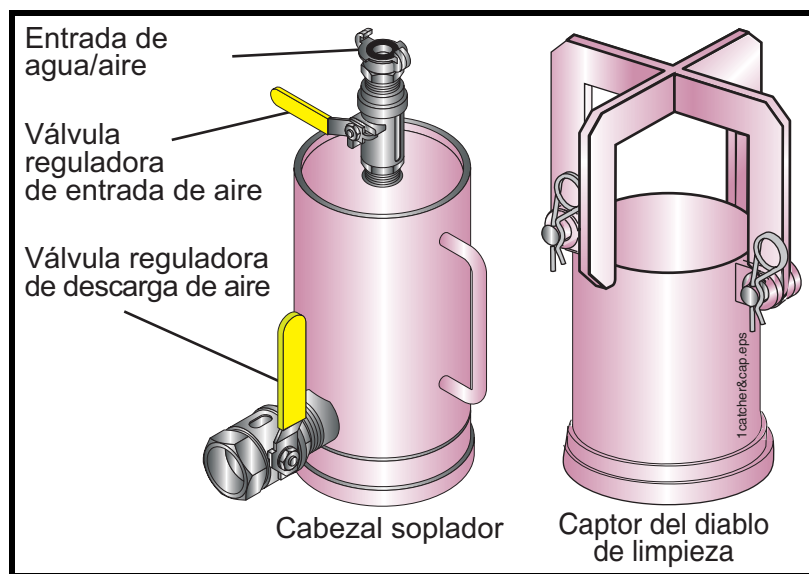

Figura 4
- Una manguera con una capacidad nominal apropiada para la presión del compresor de aire que vaya a usar y que se pueda conectar tanto al compresor como al cabezal de soplado. La manguera debe estar en buenas condiciones de uso y no debe tener roturas, grietas, cortes u otros daños. **NO** improvise con esto. **Asegúrese** que usa las piezas correctas (Figura 4).